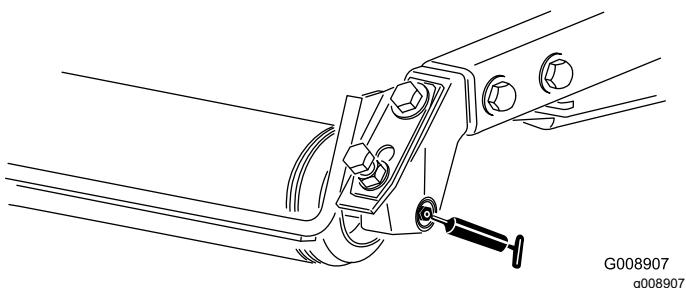

Figure 37
- Roulements de rouleau arrière (2 par unité de coupe) – Figure 37